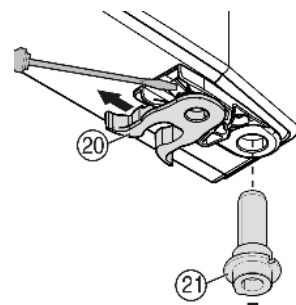

Fig. 10
- ▶ Przenieść zacisk sprężynowy Fig. 10 (20): Zatrask przycisnąć w dół, przy tym zdjąć zacisk sprężynowy.
- ▶ Trzpień zawiasu Fig. 10 (21) wyjąć z tulei drzwi i razem z podkładką założyć po przeciwnej stronie. Zatrask musi wskazywać do wewnątrz drzwi, a nacięcia do zewnątrz.
- ▶ Drzwi założyć na dole, a trzpień zawiasu Fig. 10 (21) umieścić w płytce zawiasu. Ew. obrócić trzpień zawiasu tak, by się zablokował.